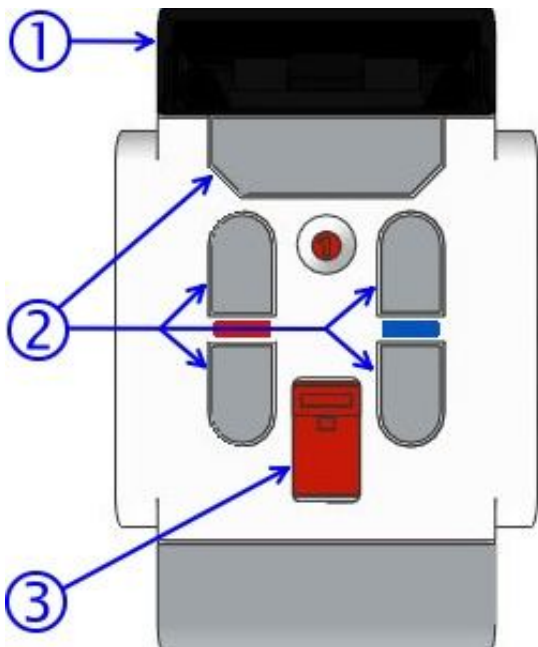

Рис. 5
1. Пользуясь инфракрасным маяком, направляйте передатчик сигнала (**Рис. 5 поз. 1**) в сторону робота. Между маяком и роботом должны отсутствовать любые препятствия!
2. На корпусе маяка расположены 5 серых кнопок (**Рис. 5 поз. 2**), нажатия которых распознает инфракрасный датчик, и передает коды нажатий в программу, управляющую роботом.
3. С помощью специального красного переключателя (**Рис. 5 поз. 3**) можно выбрать один из четырех каналов для связи маяка и датчика. Сделано это для того, чтобы в непосредственной близости можно было управлять несколькими роботами.